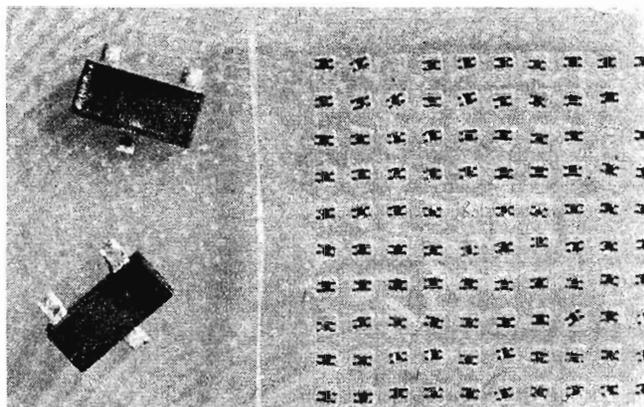

Fig. 4. — Comparaison de transistors microminutaires avec un magasin contenant 100 transistors à Beam-lead (photo prise sur un pouce)
Pour l'amplification HF, VHF et UHF, on propose les nouveaux types BFS17 (R) à BFS20 (R) dont la fréquence de coupure va de 1 300 MHz à 450 MHz et dont les types sont NPN ou PNP (voir figure 4).